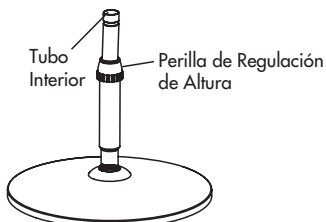

Figura 5.
- Sujete la barra telescópica con firmeza y afloje la perilla de regulación de altura. (Figura 5)
- Levante la barra interior a la altura deseada y apriete la perilla de regulación de altura. (Figura 5)